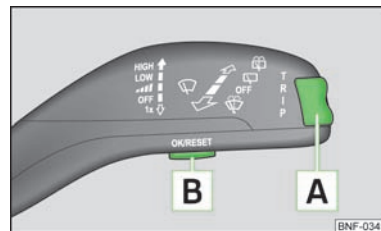

Fig. 6
La modification de la mémoire se fait au moyen de la touche **B** » fig. 6 sur la manette des essuie-glace.
L'interrupteur **A** et la touche **B** se trouvent dans la poignée de la manette des essuie-glaces » fig. 6.
- Donnez une brève impulsion sur la touche **[B]** » fig. 6 pour sélectionner la mémoire souhaitée.
- Appuyez sur la partie supérieure ou inférieure de la touche à bascule **[A]** » fig. 6. Ceci permet de faire afficher successivement les fonctions individuelles du visuel multifonction.
- Appuyez pendant plus de 1 seconde sur la touche **[B]** » fig. 6.
- Appuyez sur le haut ou le bas du bouton à bascule **[A]** » fig. 6 pour passer à l'affichage de l'heure.
La durée du trajet depuis le dernier effacement de la mémoire apparaît sur le visuel » page 13. Pour déterminer la durée du trajet à partir d'un moment bien précis, remettez la mémoire à zéro au moment souhaité, en appuyant sur la touche **[B]** » fig. 6.
Effacez la mémoire avec la touche  **» fig. 6** pour démarrer une nouvelle mesure et déterminer la consommation de carburant moyenne sur une certaine période. Une fois la mémoire effacée, des traits s'affichent sur le visuel sur les 300 premiers mètres.
Le trajet parcouru depuis le dernier effacement de la mémoire apparaît sur le visuel **» page 13**. Pour déterminer la distance parcourue à partir d'un moment bien précis, remettez la mémoire à zéro au moment souhaité, en appuyant sur la touche  **» fig. 6**.
La vitesse moyenne en km/h depuis la dernière remise à zéro de la mémoire s'affiche sur le visuel **» page 13**. Si vous souhaitez calculer la vitesse moyenne de carburant pour une période précise, vous devez remettre la mémoire à zéro au début de la mesure, au moyen de la touche  de la manette des essuie-glaces **» fig. 6**.
- À l'aide de la touche  » fig. 6 de la manette des essuie-glace, sélectionnez la commande de menu **Avertissement en cas de dépassement de la vitesse**.
- À l'aide de la touche  » fig. 6, sélectionnez la commande de menu **Avertissement en cas de dépassement de la vitesse**.